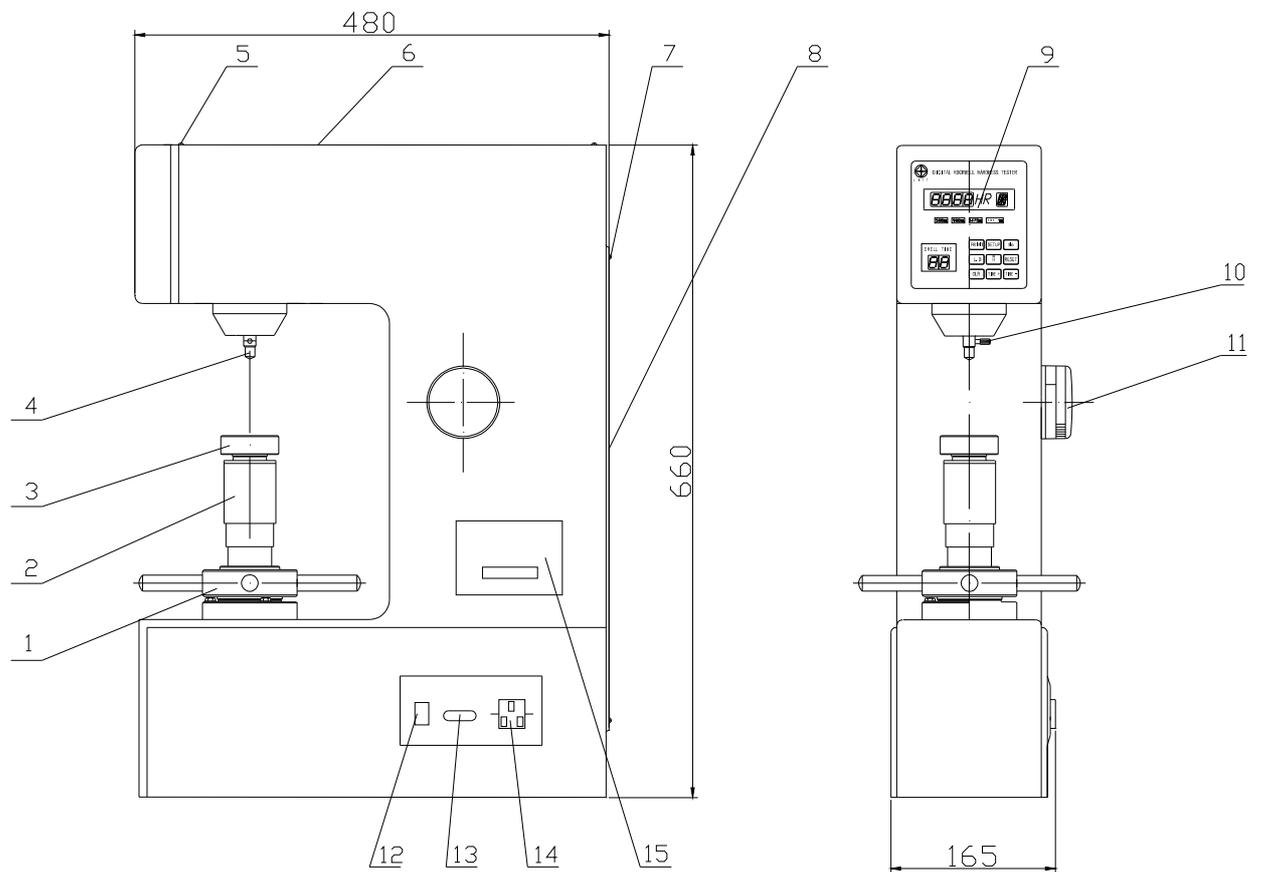
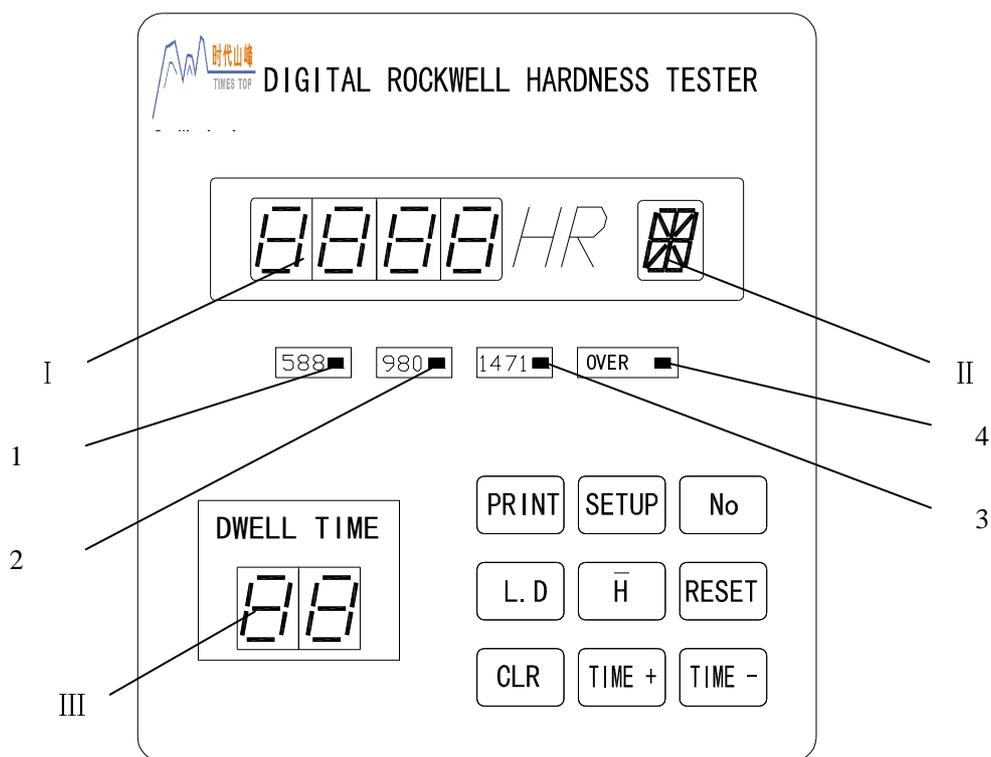

图 2 本机外形图
图 5 面板
3.1 硬度计的安装（图 2）
4.1.3 面板显示窗口和键功能（图 5）
4.2 硬度计的操作顺序 (图 2, 图 5)